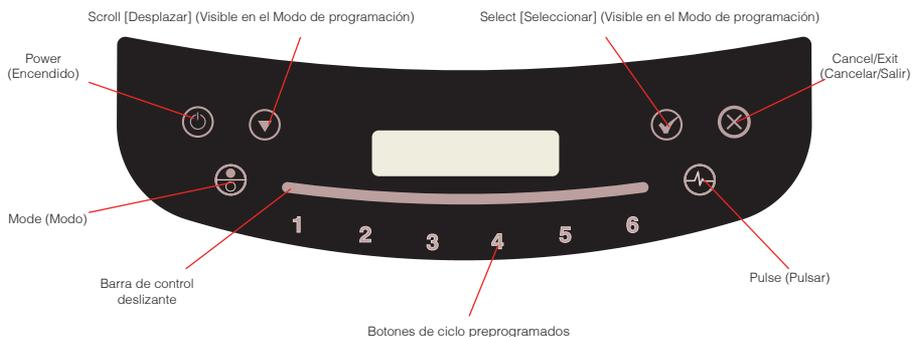

Figura 7. Superficie de control
- Ingrese al modo de funcionamiento automático tocando el icono de modo  para que aparezcan los números 1–6 en la superficie control (vea la Figura 7). La pantalla LED indicará cuál perfil está seleccionado actualmente. (Para activar un perfil distinto, vea la Sección 5.4.1.)